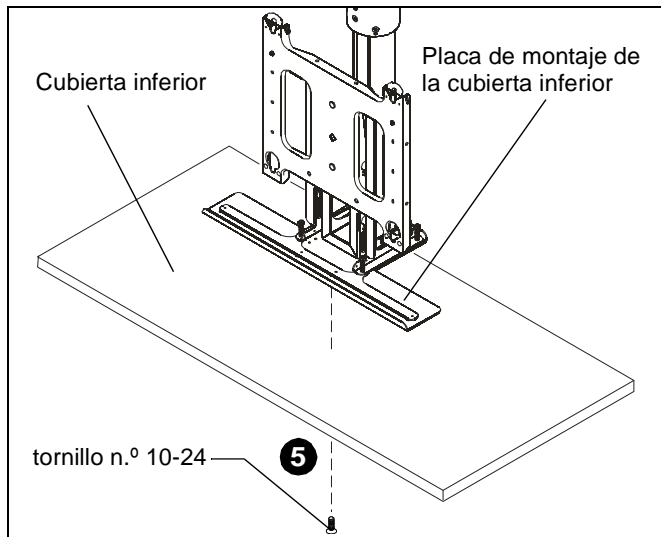

Figura 25
5. Fije la cubierta inferior a la placa de montaje de la cubierta utilizando tornillos n.º 10-24 de un largo mínimo de 6,35 mm (1/4") más el espesor de la cubierta (no incluidos). (Consulte la Figura 25).